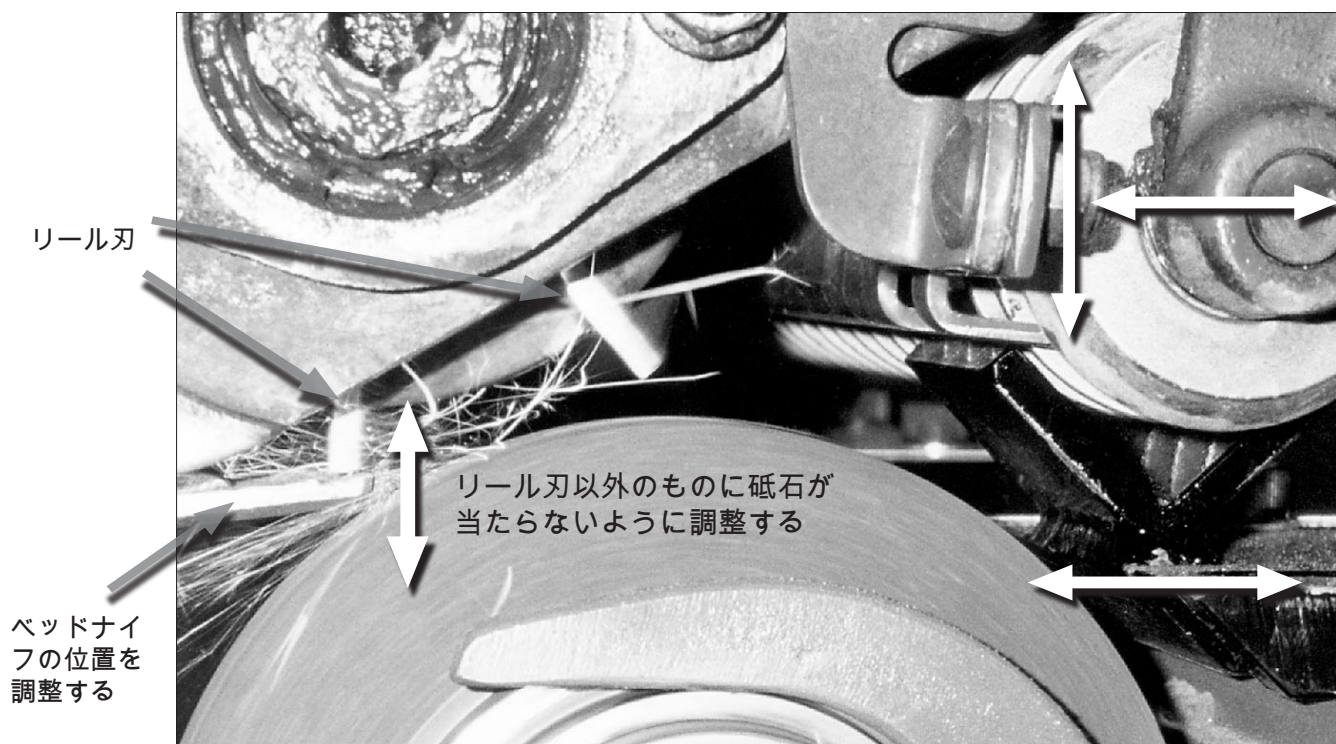

図 6.3
- 6.3 カuttingユニットの位置決めが正しいことを確認するため、左右のコントロール・ハンドルを右に回して、砥石がリールの左右の端でリールに均等に当たるようにします。もし、リール刃以外のものに砥石が触れるようであれば、カuttingユニットの位置決めそのものをやり直してください ( マルチフィックス・ブラケット又は前ローラー・ブラケットの前後調整をやり直す )。正しい位置は、砥石を上昇させた状態で研磨機の横からメイン・シャフト沿いにのぞいて見るとすぐに分かります ( 図 6.3 )。